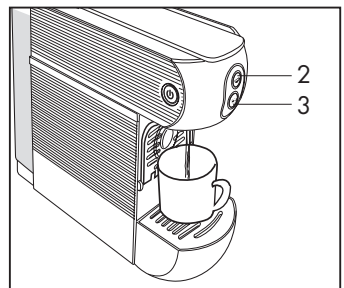

Abb. 6
- Wenn die Abgabetaste (2-3) fest leuchtet, ist das Gerät betriebsbereit. Drücken Sie nun die Abgabetaste (2). Aus dem Gerät läuft das Wasser **(Abb. 6)** solange bis die Abgabetaste (2) nach Erreichen der gewünschten Wassermenge wieder gedrückt wird. Das Gerät ist gereinigt, wenn mindestens 3 Tassen Wasser abgegeben worden sind.